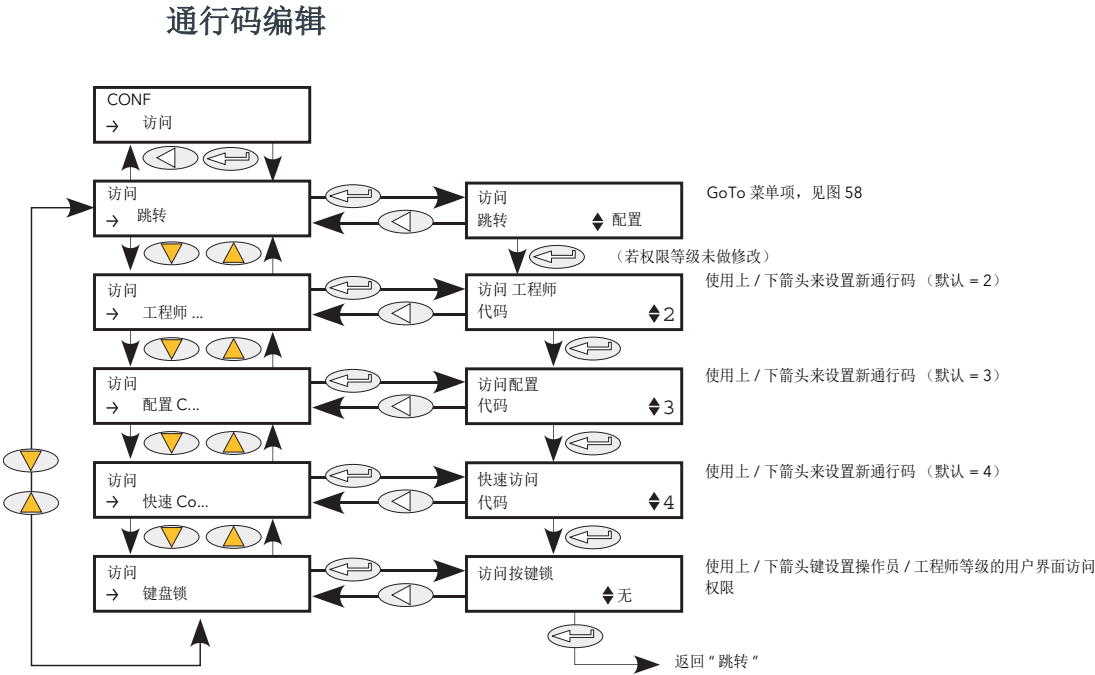

图 59 访问配置
- 2. 用户可编辑工程师、配置与快速启动菜单的当前密码 （图 59),
- 3. 可在操作员与工程师等级菜单中限制操作员界面按键的访问权限 （图 59).